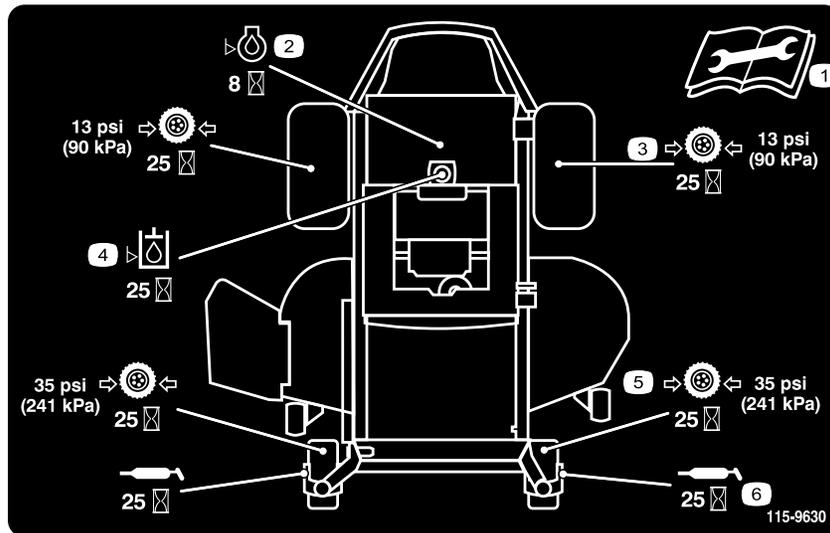

Figura 39
3. Limpie con un trapo los puntos de engrase (Figura 41) y (Figura 39).
4. Conecte una pistola de engrasar a cada punto y bombee grasa hasta que empiece a rezumar de los cojinetes (Figura 39 y Figura 41).